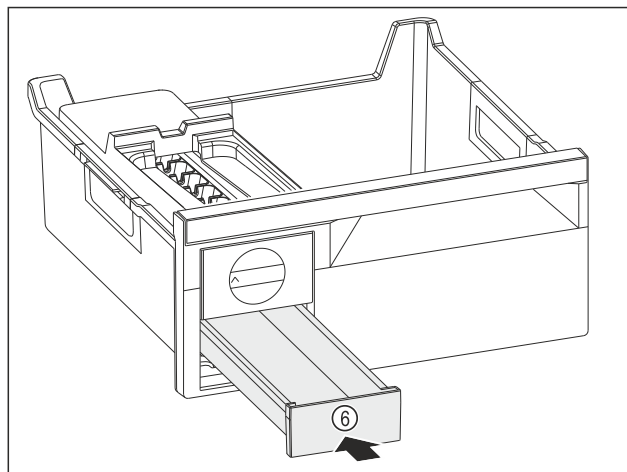

Fig. 111
- ▶ Ijsblokjesvak Fig. 111 (6) inschuiven.